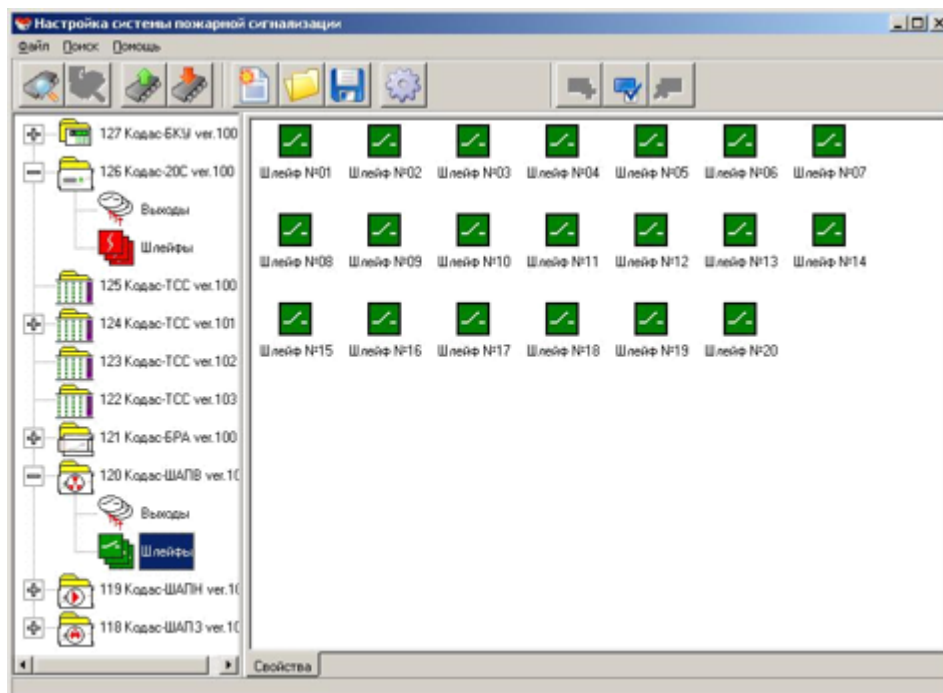

Рис. 32
2. налаштування технологічних шлейфів сигналізації (рис. 32,34)